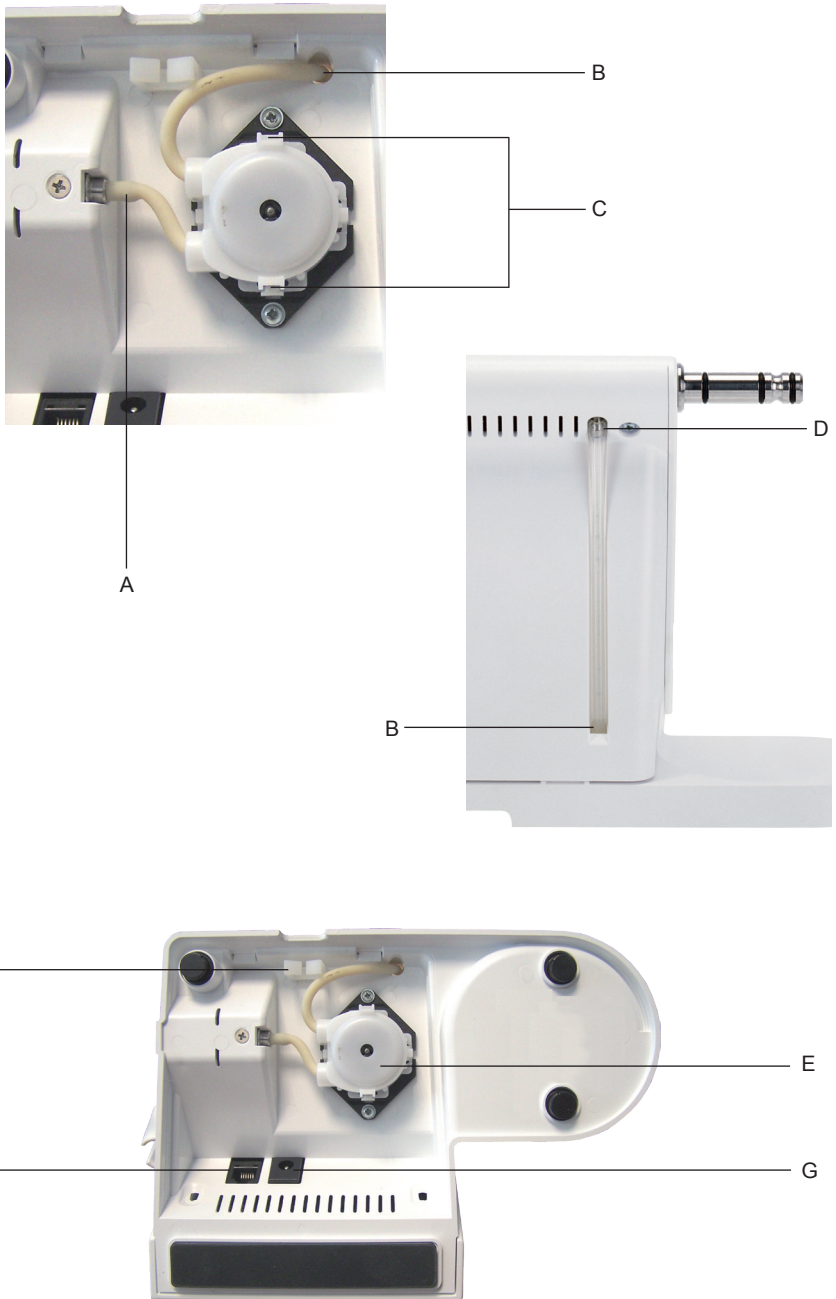

Fig. 4
- 2 Collegare il tubo pompa, estremità più corta, nella connessione indicata in Fig. 4 Rif. A;
- 3 Fissare la pompa sulla base nera come indicato in Fig. 4; si deve udire un click di avvenuto fissaggio;
- 4 Passare il tubo pompa, estremità più lunga, nel foro indicato in Fig. 4 Rif.B;
- 5 Collegare il tubo nella connessione indicata in Fig. 4 Rif. D.
- 1 Collegare il pedale al corpo dell'apparecchio nella presa pedale (Fig.4 - Rif.F) mediante lo spinotto.
- 2 Inserire il cavo di alimentazione energia elettrica nella sua connessione sul corpo dell'apparecchio (Fig.4 - Rif.G) e, quindi, nella presa a muro.
- 3 Bloccare i cavi, pedale e alimentazione, nel passacavo indicato in Fig.4 - Rif.H